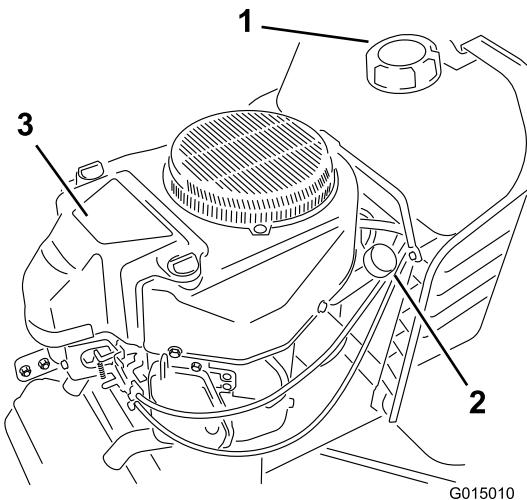

Figure 17
5. Nettoyez la surface autour de la jauge d'huile (Figure 17) pour éviter que des impuretés ne s'introduisent dans le goulot de remplissage, ce qui risquerait d'endommager le moteur.
10. Versez lentement environ 80 % de la quantité d'huile spécifiée dans le trou de remplissage (Figure 17). Vérifiez le niveau d'huile (voir Contrôle du niveau d'huile).